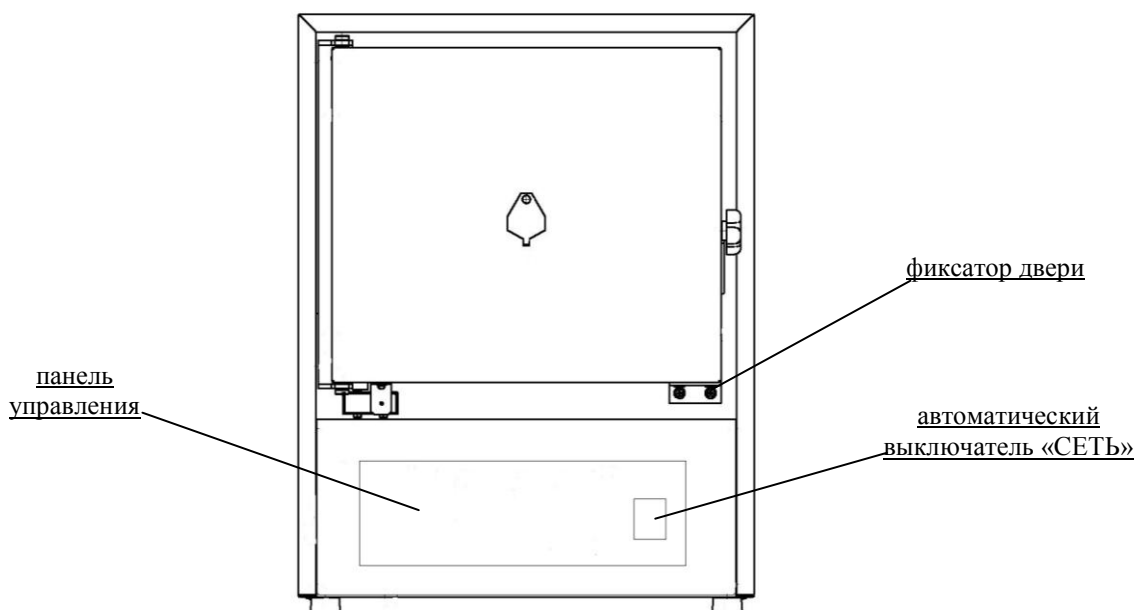

Рисунок 3 – Общий вид электропечи с многофункциональным блоком управления.
8.4.1 Включить выключатель «СЕТЬ» на лицевой панели электропечи (рисунок 3, 4), при этом на цифровом индикаторе «Программа» загорится номер 1 программы, на цифровых индикаторах «Степень» загорится 1 степень, на индикаторах «Параметры» значение заданной температуры на 1 ступени и светодиодный индикатор «t °C». Цифровые индикаторы «Программа» включены в мигающем режиме – регулятор находится в режиме ВВОД. Лицевая панель электропечи приведена на рисунке 3.